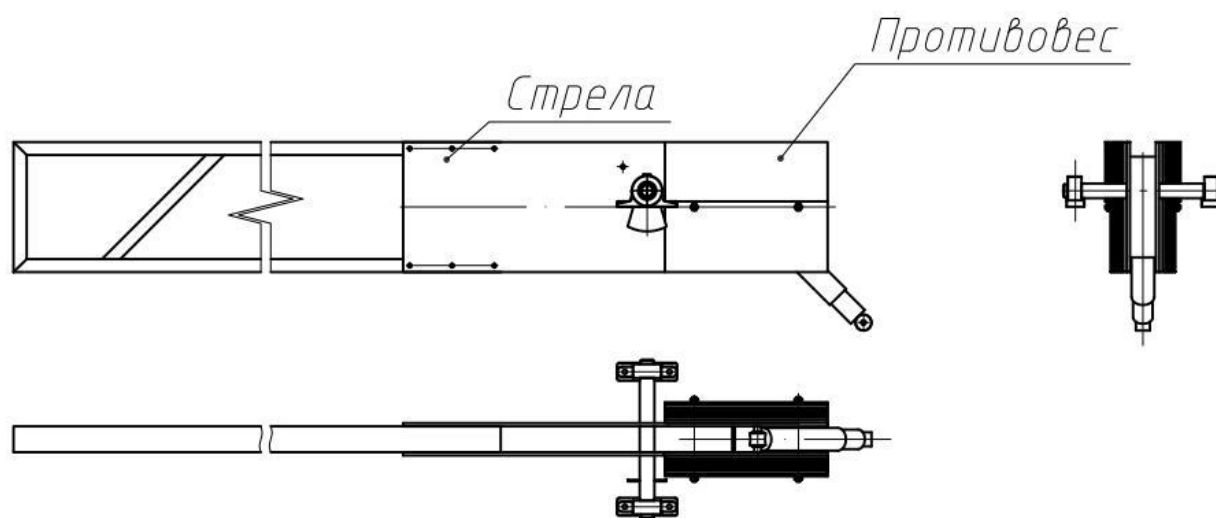

Рисунок 2
- навесить на стрелу противовес (рис. 2);